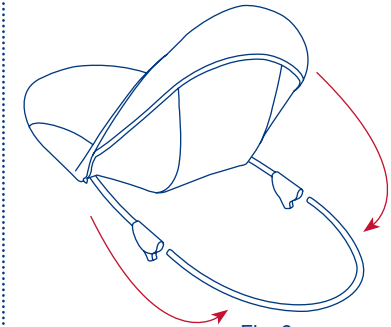

Fig. 6
- 6) • Slide the bottom of the seat pad over the footrest tube. (Fig. 6)
- Deslice la parte de abajo de la almohadilla de la sillita encima del tubo del apoyapiés. (Fig. 6)